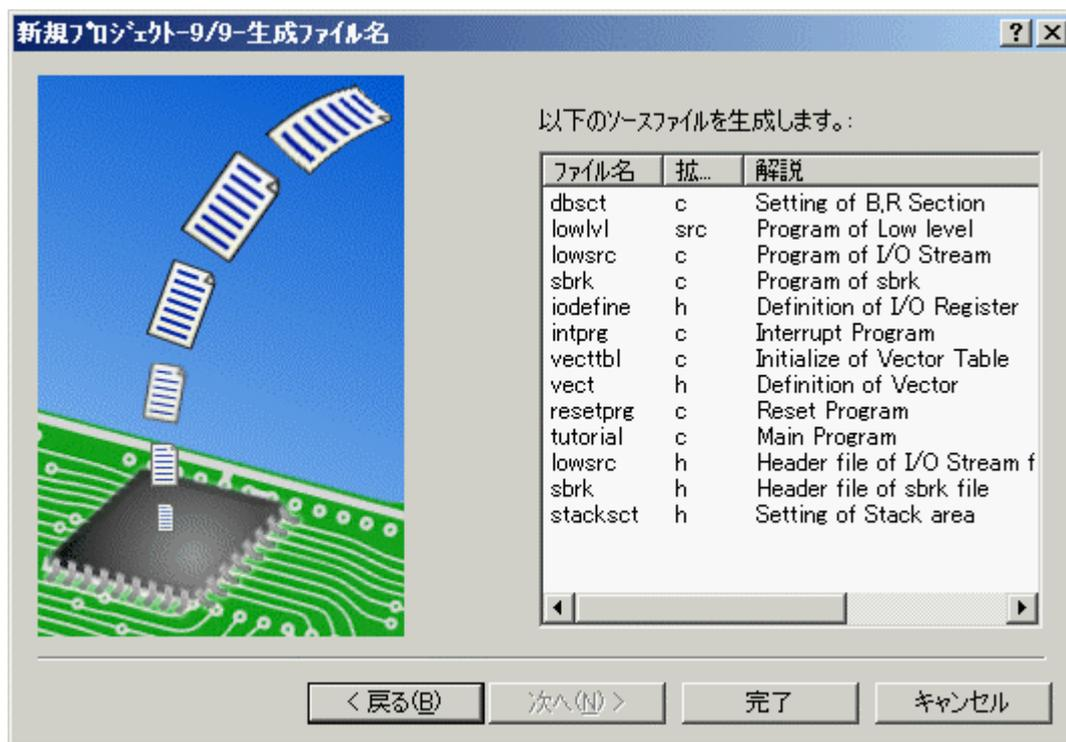

図 2.10 生成ファイル名変更画面 (Step9)
Step8画面で [Next >] をクリックすると、図 2.10に示す画面を表示します。この画面で、これまでの設定によりHEWが生成するファイルをリストに表示します。リストの [File Name] 列はファイル名を、 [Extension] 列は拡張子を、 [Description] 列はファイルの説明を表示しています。ファイル名は、変更することができます。変更したい場合は、ファイル名を選択してクリック後、入力してください。